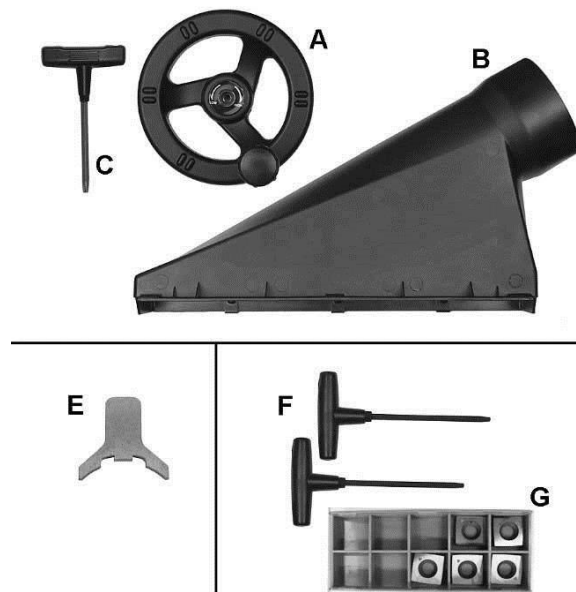
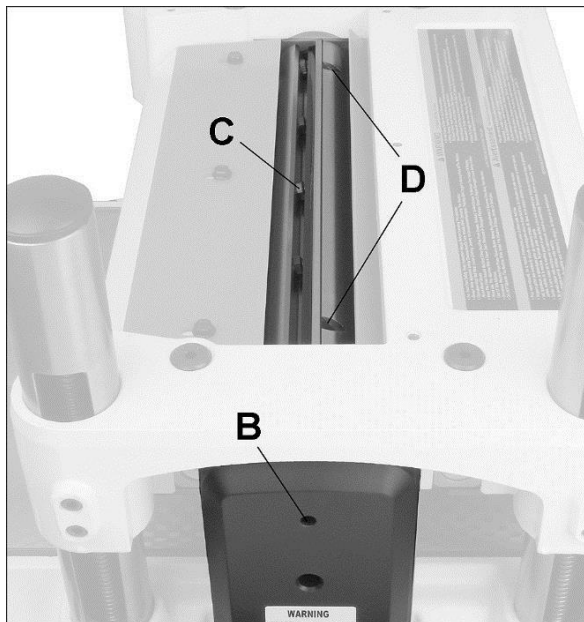

Рисунок 5-1: Содержимое (не в масштабе)
Рисунок 7-2
3. Вставьте прилагаемую отвертку Torx (С, Рисунок 5-1) в отверстие в ограждении ремня (В, Рисунок 7-2). Используйте ее для вращения ножевого вала во время процедуры.
4. Ослабьте пять винтов клина (С, Рисунок 7-2) с помощью ключа на 12 мм.
Если необходима регулировка, поворачивайте винты (D, Рисунок 7-2) с помощью 3-миллиметрового шестигранного ключа до тех пор, пока нож не коснется шаблона. Проверьте это положение в нескольких точках вдоль ножа.
Используйте прилагаемую отвертку Torx (F, Рисунок 5-1), чтобы ослабить винт режущей пластины.
отверстие в ограждении ремня (В, Рисунок 7-2). Используйте ее для вращения ножевого вала во время процедуры.